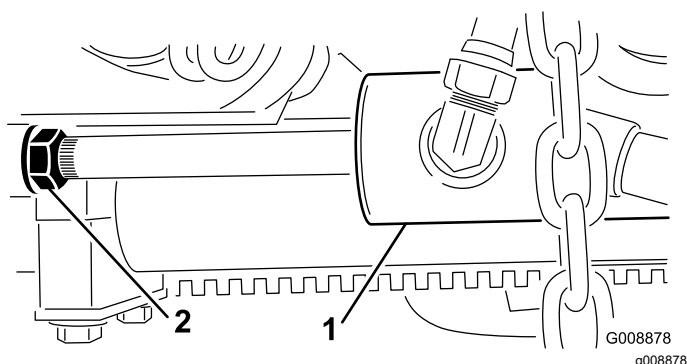

Figura 27
- B. Solte a porca de bloqueio no cilindro (Figura 27).